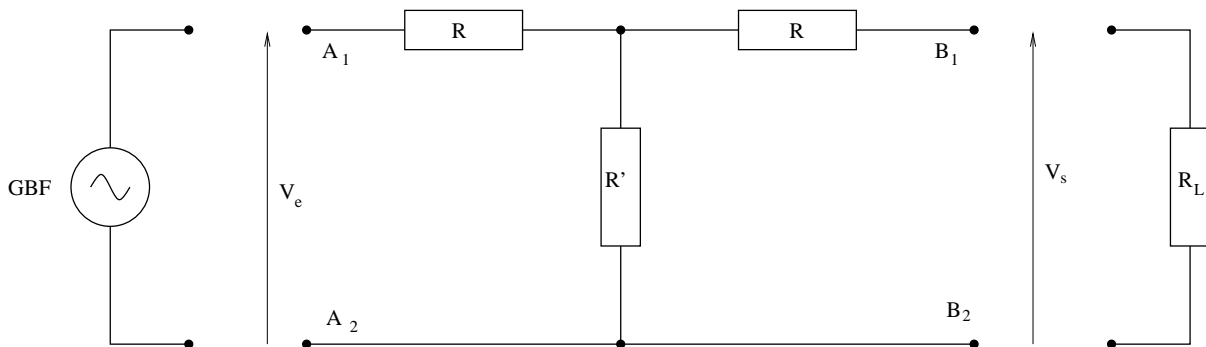

FIG. 1.1 – Quadripôle d'étude $\{A_1B_1B_2A_2\}$ pouvant être chargé par la résistance R_L , et alimenté par un générateur.
- Réaliser le montage schématisé sur la figure 1.1, avec $R = R' = 1 \text{ k}\Omega$ et $V_e = 5 \text{ V}$ (générateur de tension continue).